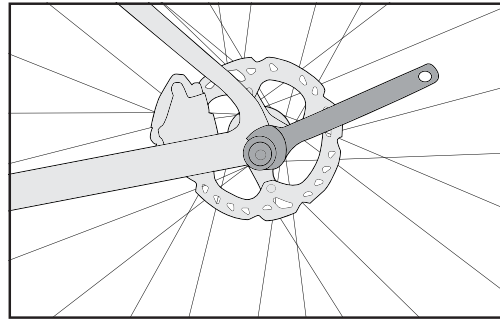

Figure 5
4. Tighten the thru axle to 12 Nm with a 17mm wrench (Figure 5).
4. Ziehen Sie die Steckachse mit einem 5-mm-Innensechskantschlüssel auf 12 Nm an (Abbildung 5).
4. Serrez l'axe traversant à 12 Nm à l'aide d'une clé Allen 5mm (Figure 5).